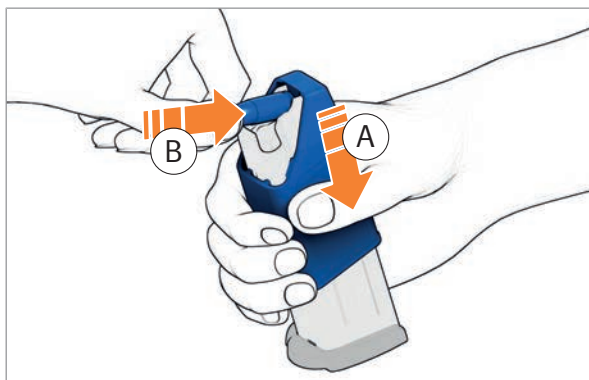

Abb. 50: Patrone unter die Magazinlippen schieben
2. Ladehilfe nach unten drücken und halten (Abb. 50).
3. Patrone mit dem Patronenboden voraus unter die Magazinlippen schieben (Abb. 50).